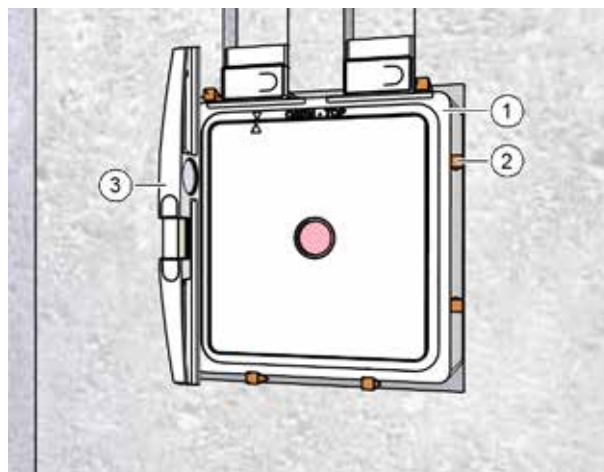

Fig. 16: Fissaggio della cassetta a muro
- ▶ Fissare la cassetta a muro (pos. 1 nella Fig. 16) nell'apertura del muro con cunei o cuscini pneumatici (pos. 2 nella Fig. 16).
- ▶ Con l'aiuto della livella a bolla, allineare la cassetta a muro (pos. 3 nella Fig. 16) perpendicolarmente e a livello rispetto alla parete.